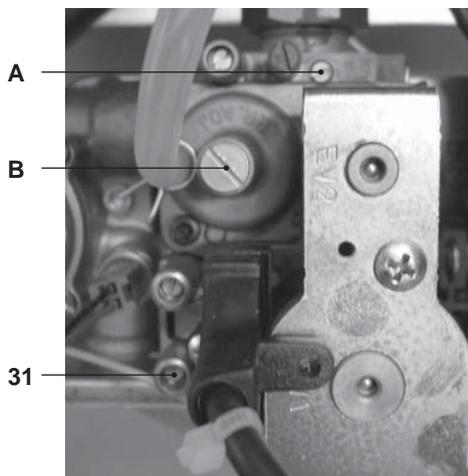

Figura 7.9
- A caldaia spenta (fuori servizio), controllare la pressione di alimentazione utilizzando la presa 31 in Figura 7.9 e confrontare il valore letto con quelli riportati nella tabella Pressioni di alimentazione gas nella sezione "Dati tecnici" pag. 22.
- Richiudere bene la presa di pressione 31 in Figura 7.9.
- Per tarare il **CO2** della caldaia (pressione del gas al bruciatore) svitare completamente il tappo in ottone di protezione B e agire sulla vite a brugola  $\varnothing$  4 mm sottostante Figura 7.9, girando in senso orario il **CO2** aumenta.
- Se i due dati non coincidono agire sulla vite regolazione massimo RQ (A in Figura 7.9) della valvola gas e tarare il **CO2** allo stesso valore riportato nella tabella nella sezione "Dati tecnici" pag. 22. Girando in senso orario il **CO2** diminuisce.